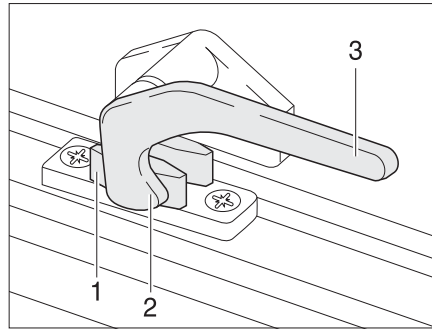

Fig. 11 Levier de verrouillage en position "Fermée"
- Tourner le levier de verrouillage (Figure 11,3) d'un quart de tour vers le centre de la fenêtre.
- Tourner le levier de verrouillage (Figure 11,3) d'un quart de tour vers le cadre de la fenêtre. Le tenon de verrouillage (Figure 11,2) se trouve sur le côté intérieur du verrouillage de fenêtre (Figure 11,1).